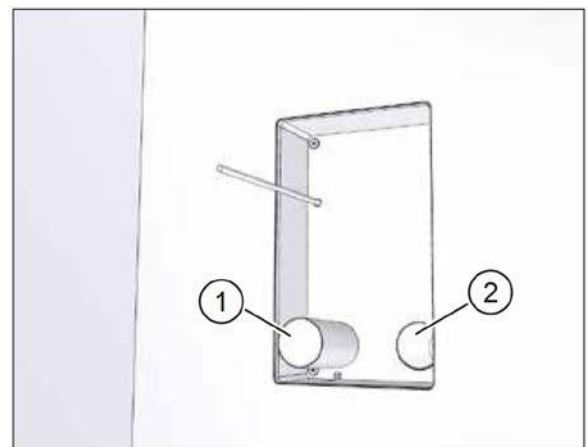

Рис. 29: нарезать вентиляционные трубы
- ▶ Обе вентиляционные трубы (поз. 1 на рис. 29) вставьте в отверстия монтажного комплекта настолько, чтобы они были вровень с внутренней стороной монтажного комплекта (поз. 2 на рис. 29).